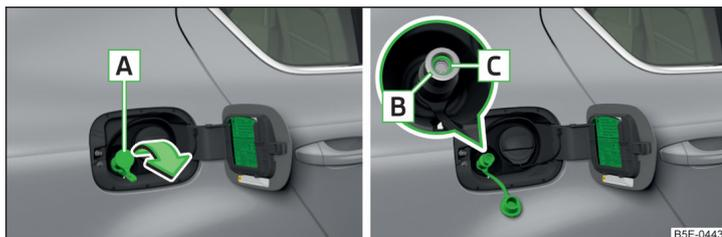

Abb. 305 Erdgasfüllstutzen
- Die Kappe A » Abb. 305 in Pfeilrichtung abnehmen und die Füllkupplung der Betankungsanlage auf den Einfüllstutzen B stecken.
- Prüfen, ob der Dichtring C » Abb. 305 im Einfüllstutzen B stecken blieb. Ist der Dichtring auf die Füllkupplung gerutscht, dann ist dieser wieder in den Einfüllstutzen einzusetzen.